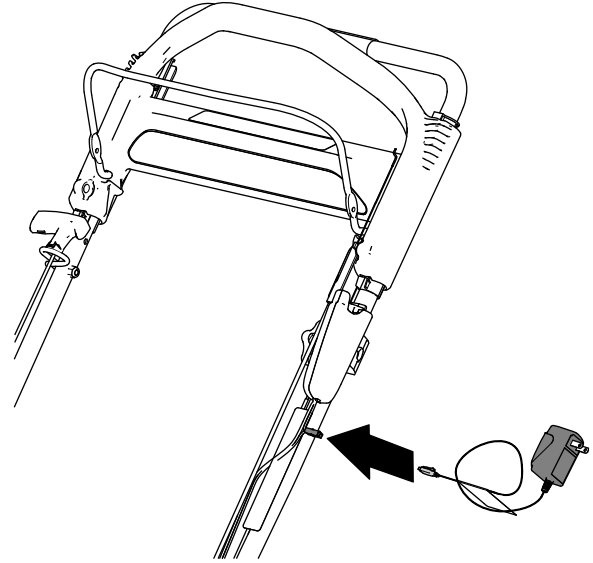

Figure 30
- Branchez le chargeur au faisceau de câblage situé sous le bouton de démarrage électrique (Figure 30).